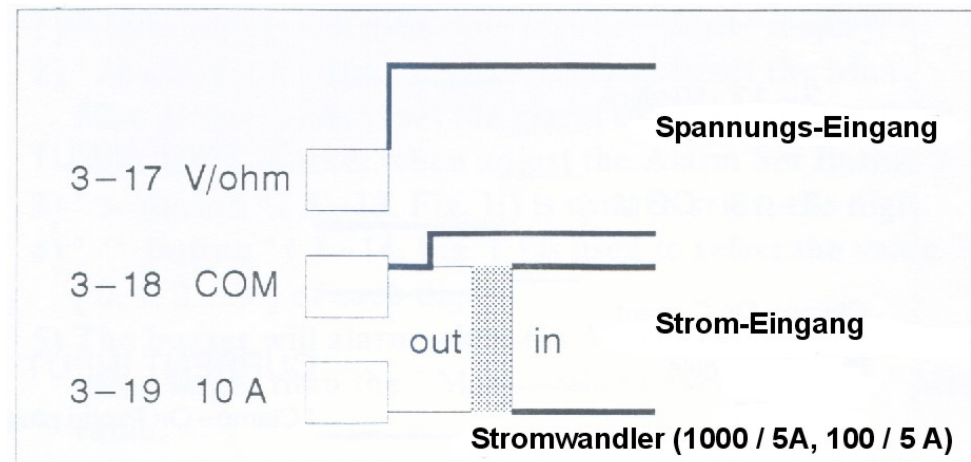

Abb. 3
- 1) Verbinden der Kabel nach folgendem Schema (s. Abb. 3)